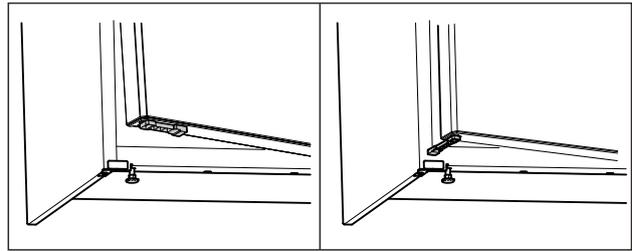

Fig. 70 *
- ▶ Faire tourner le limiteur d'ouverture de porte à 90°. (voir Fig. 70) *